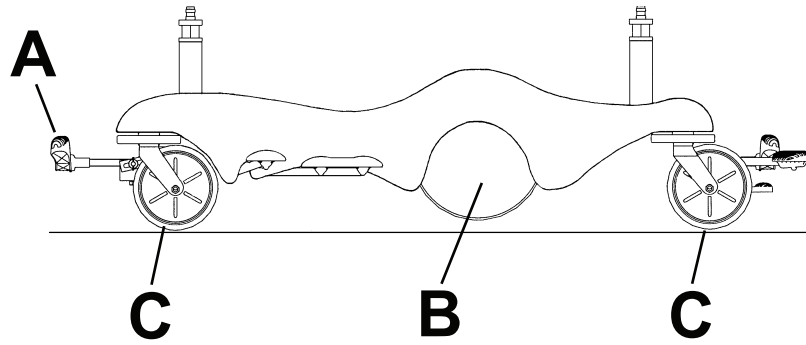

图 9 – 在没有使用 Big Wheel 的情况下转运
1. 将制动/转向踏板(A)放置于空档位置（图 9）。
- 当产品处于空档位置时，Big Wheel (B) 升高，且产品停靠在全四个脚轮(C)上(图 9)。在该位置时，您可向任何方向 (包括侧向) 移动本产品。